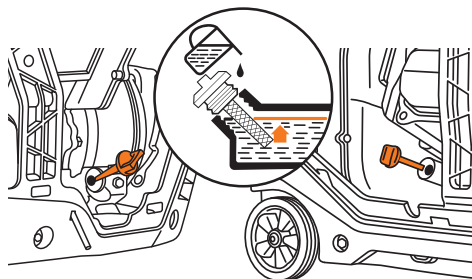

Рис. 17
- Налейте новое масло до уровня нижнего края заливной горловины (Рис.17).